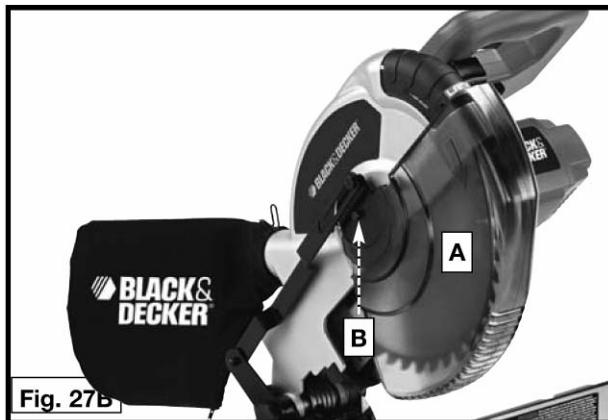

Fig. 27B
Esta máquina incorpora um protetor de lâmina (A) Fig. 27B para cobrir a seção traseira da lâmina. Depois de um extenso período de uso, o protetor da lâmina inferior móvel pode não operar de modo suave quando a cabeça de corte for abaixada. Isto pode ser corrigido ajustando-se a porca (B) até que o protetor da lâmina inferior se mova livremente.